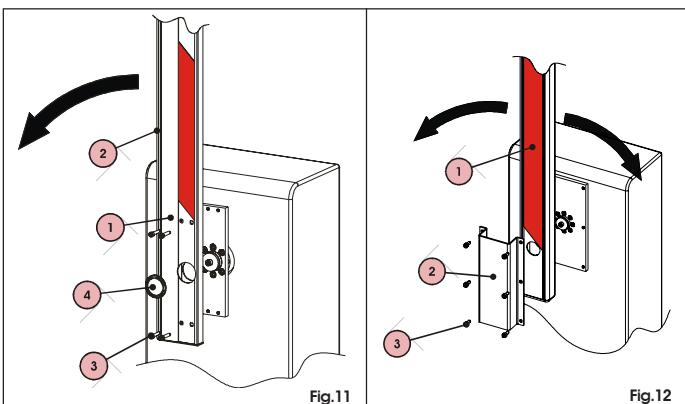

Fig.11
617/3 - 617/4(Fig.11)
- Introduzcan la barra, ref.1 fig.11.
- NOTA: El borde de goma, ref.2 fig.11, debe estar dirigido hacia el sentido de cierre.**
- Atornillen los cuatro tornillos suministrados en dotación, ref.3 fig.11
- Coloquen el capuchón en el orificio, ref.4 fig.11.